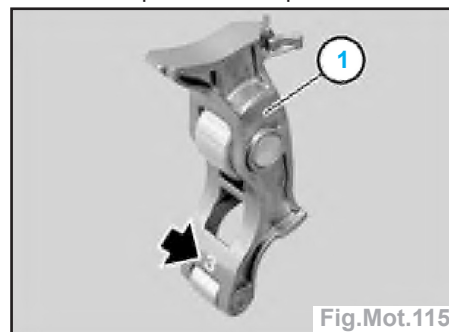

Fig.Mot.115
Attention : les leviers intermédiaires (1) sont répartis en différentes classes de tolérance (Fig.Mot.115). Seuls des leviers intermédiaires appartenant à la même classe de tolérance doivent être montés sur un même moteur. Les classes de tolérance sont repérées par des chiffres de 1 à 6 comme indiqué sur la figure (flèche). Les leviers intermédiaires ayant déjà servi ne doivent être remontés qu'à la même place.
- Fixer l'outil 11 9 301 sur l'arbre à excentrique avec la vis (1).
- Appliquer la vis moletée (2) sans jeu et serrer la vis (1).
- Précontraindre légèrement la vis moletée (2) à la main.
- Huiler les portées de tous les leviers intermédiaires (1) (Fig.Mot.115) avec de l'huile moteur et les mettre en place.